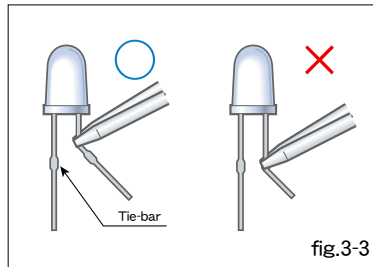

fig.3-3
- ③リードのタイバー部でのフォーミングは、安定したフォーミング形状を形成できない可能性があるため、タイバー部を避けてフォーミングすることをお奨めします。（図3-3）
- ③ Please avoid bending at the tie-bar part of lead during forming because there is a possibility that the stable forming shape can not be formed. (fig.3-3)